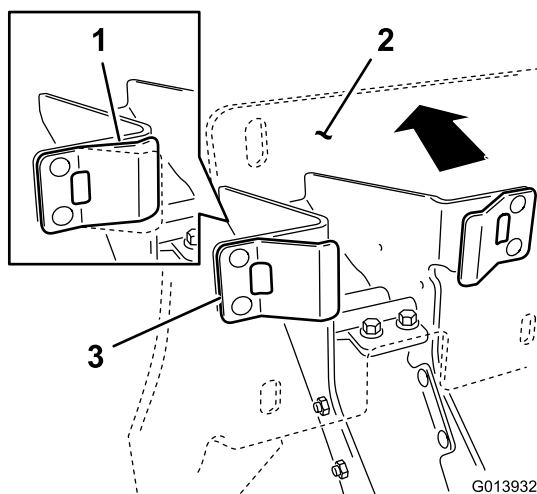

Figura 9
- Asegurándose de que los topes de plástico están en contacto con las pestañas de los muelles, aplique suficiente presión contra la chapa trasera del soporte para comprimir las pestañas de resorte hasta el punto intermedio (Figura 9).